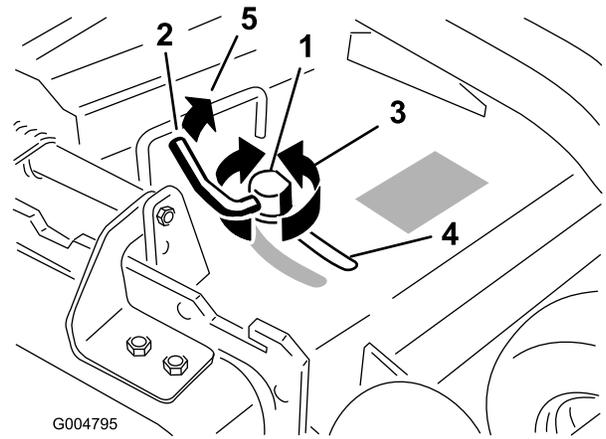

図 29
3. カム・ロックを調整するときは、レバー（図 29）を上まわしてゆるめて行なう。
5. 調整ができたならレバーを締めてバッフルとカム・ロックを固定する（図 29）。